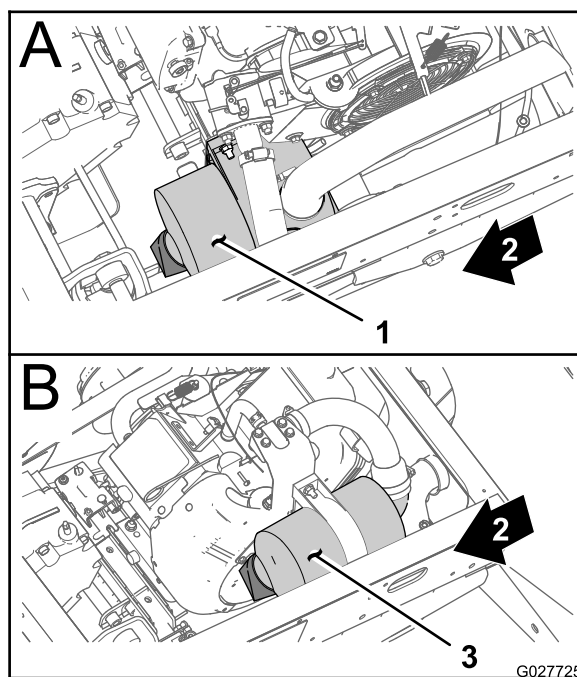
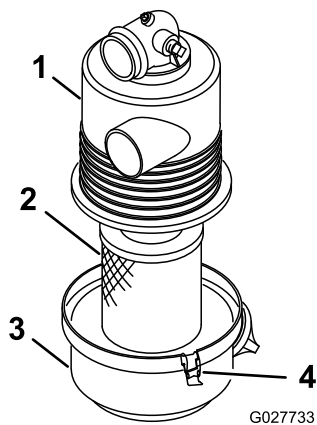

Bild 37
Bild 38
- Prüfen Sie den Körper des Luftfilters auf Schäden, die eventuell zu einem Luftleck führen könnten. Stellen Sie sicher, dass die Abdeckung das gesamte Luftfiltergehäuse einwandfrei abdichtet (Bild 37 und Bild 38).
- Lösen Sie die Riegel, mit denen die Abdeckung des Luftfilters am Luftfiltergehäuse befestigt ist (Bild 38).
- Nehmen Sie die Luftfilterabdeckung vom Luftfiltergehäuse ab und reinigen Sie die Innenseite der Abdeckung (Bild 38).
- Setzen Sie den Luftfiltereinsatz in das Luftfiltergehäuse ein (Bild 38).
- Fluchten Sie die Luftfilterabdeckung mit dem Luftfiltergehäuse aus (Bild 38).
- Befestigen Sie die Abdeckung mit den Laschen am Gehäuse (Bild 38).